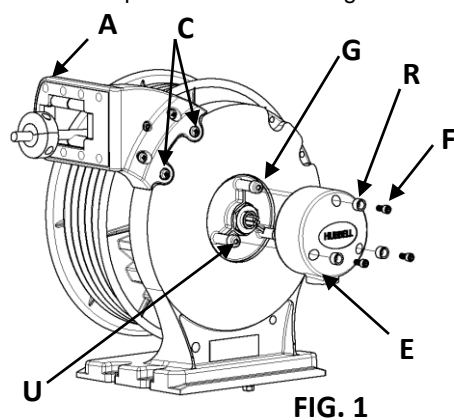
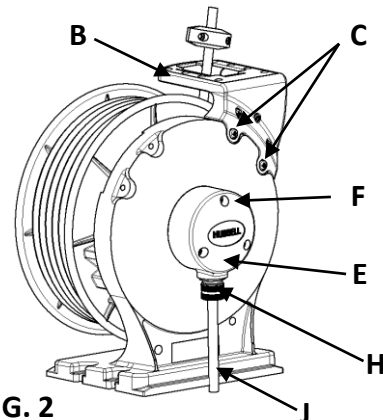

FIG. 1
FIG. 2
- Configure reel for side electrical cable dispensing (Fig. 1, "A") or top electrical cable dispensing (Fig. 2, "B") by removing (2) screws "C". Determine new guide arm location. Position Guide Arm to reel and secure it with (2) screws "C".
- Remove junction box cover "E" by loosening (3) 1/4-20 screws "F" (Fig. 1) with 3/16" Hex key, reserve gaskets "G" and water plug "R" for reuse, DO NOT remove (3) water plug "U" capping on (3) screw bosses.
- Put the gasket "G" back on the junction box, make sure the water plugs "U" capping on (3) screw bosses, secure the cover "E" back to the junction box with (3) screw "F" and water plug "R" (Fig. 2), torque 15-20 lb•in [1.7-2.3 N•m]
- Configurer l'enrouleur en prévision d'une sortie latérale (Fig. 1, "A") ou par le haut (Fig. 2, "B") du câble électrique en enlevant les (2) vis "C". Déterminer la position du guide. Fixer le support guide à l'enrouleur et remettre les (2) vis "C".
- Retirer le couvercle "E" de la boîte de jonction en desserrant les (3) vis 1/4-20 "F" (Fig. 1) au moyen d'une clé hexagonale de 3/16 po, conserver les joints d'étanchéité "G" et le bouchon d'eau "R" pour usage ultérieur. **NE PAS** retirer les capuchons des (3) bouchons d'eau "U" des (3) bossages de vis.
- Remettre en place le joint d'étanchéité "G" sur la boîte de jonction, les capuchons des (3) bouchons d'eau "U" sur les (3) bossages de vis, fixer le couvercle "E" à la boîte de jonction avec les (3) vis "F" et le bouchon d'eau "R" (Fig. 2), serrer à un couple de 1,7-2,3 N•m.
- Configure el carrete para el suministro de cable eléctrico lateral (Fig. 1, "A") o el suministro del cable eléctrico superior (Fig. 2, "B") Removiendo los (2) tornillos "C". Determine la nueva ubicación del brazo guía. Coloque el brazo guía en el carrete y asegúrelo con los (2) tornillos "C".
- Retire la tapa de la caja de empalmes "E" aflojando los (3) tornillos 1/4-20 "F" (Fig. 1) con una llave hexagonal de 3/16", guarde los empaques "G" y el tapón de agua "R" para reutilizarlos, no quite el tapón de agua "U" (3) que se fija con los (3) tornillos maestros.
- Vuelva a colocar la empaquetadura "G" en la caja de empalmes, asegúrese de que los tapones de agua "U" terminan en los (3) tornillos maestros, fije la tapa "E" de nuevo a la caja de empalmes con (3) tornillos "F" y el tapón de agua "R" (Fig. 2), apriete a 15-20 lb • in [1.7-2.3 N • m].